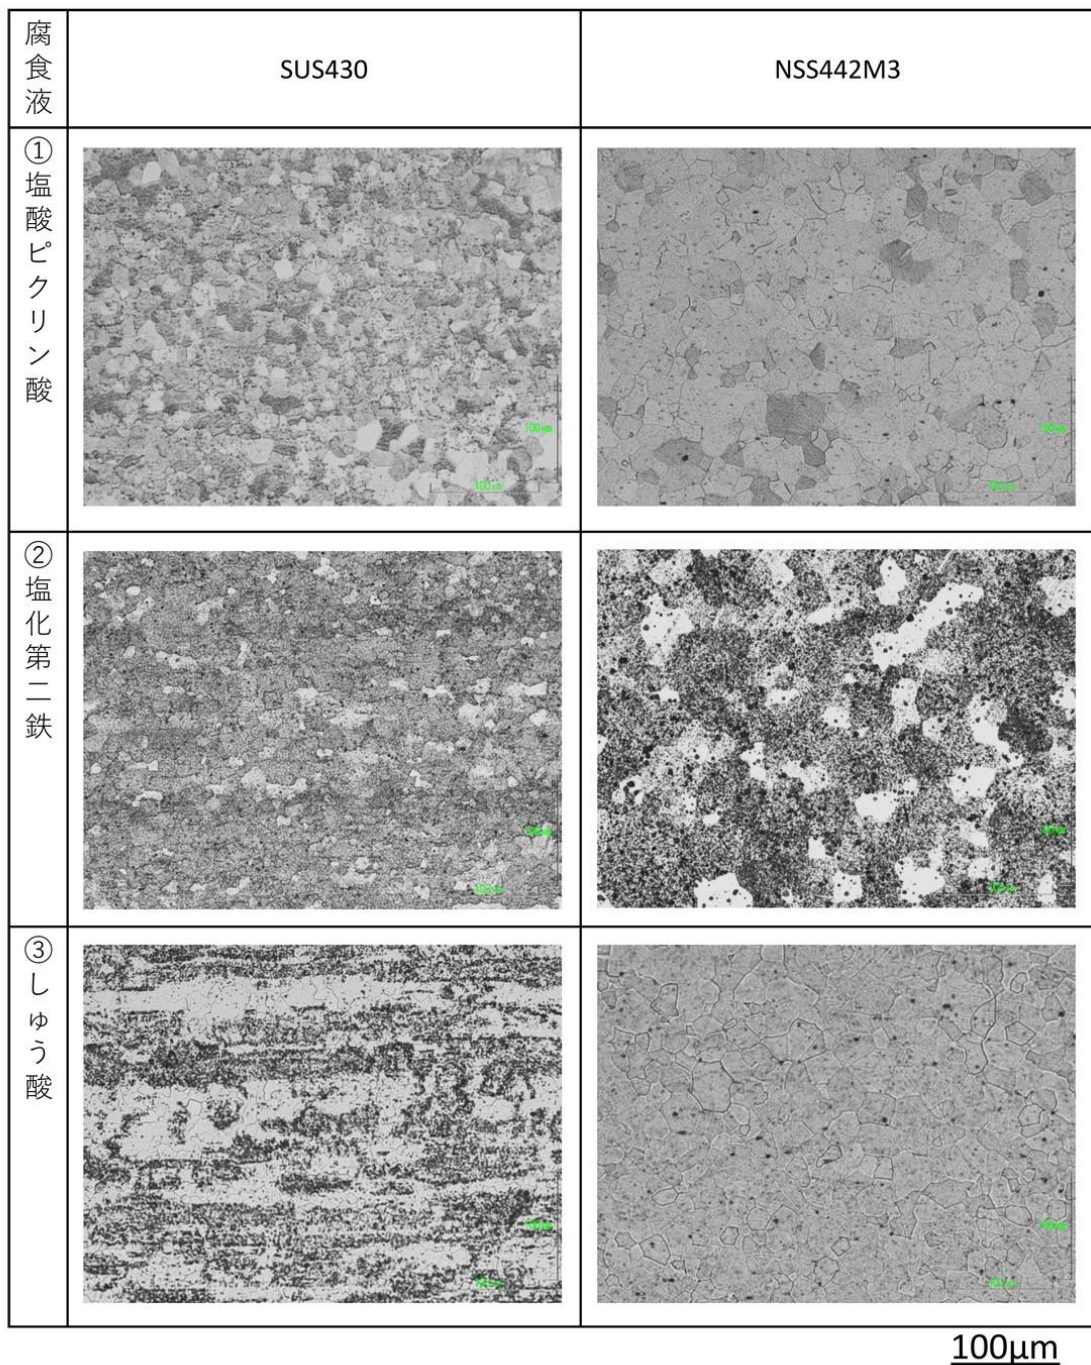
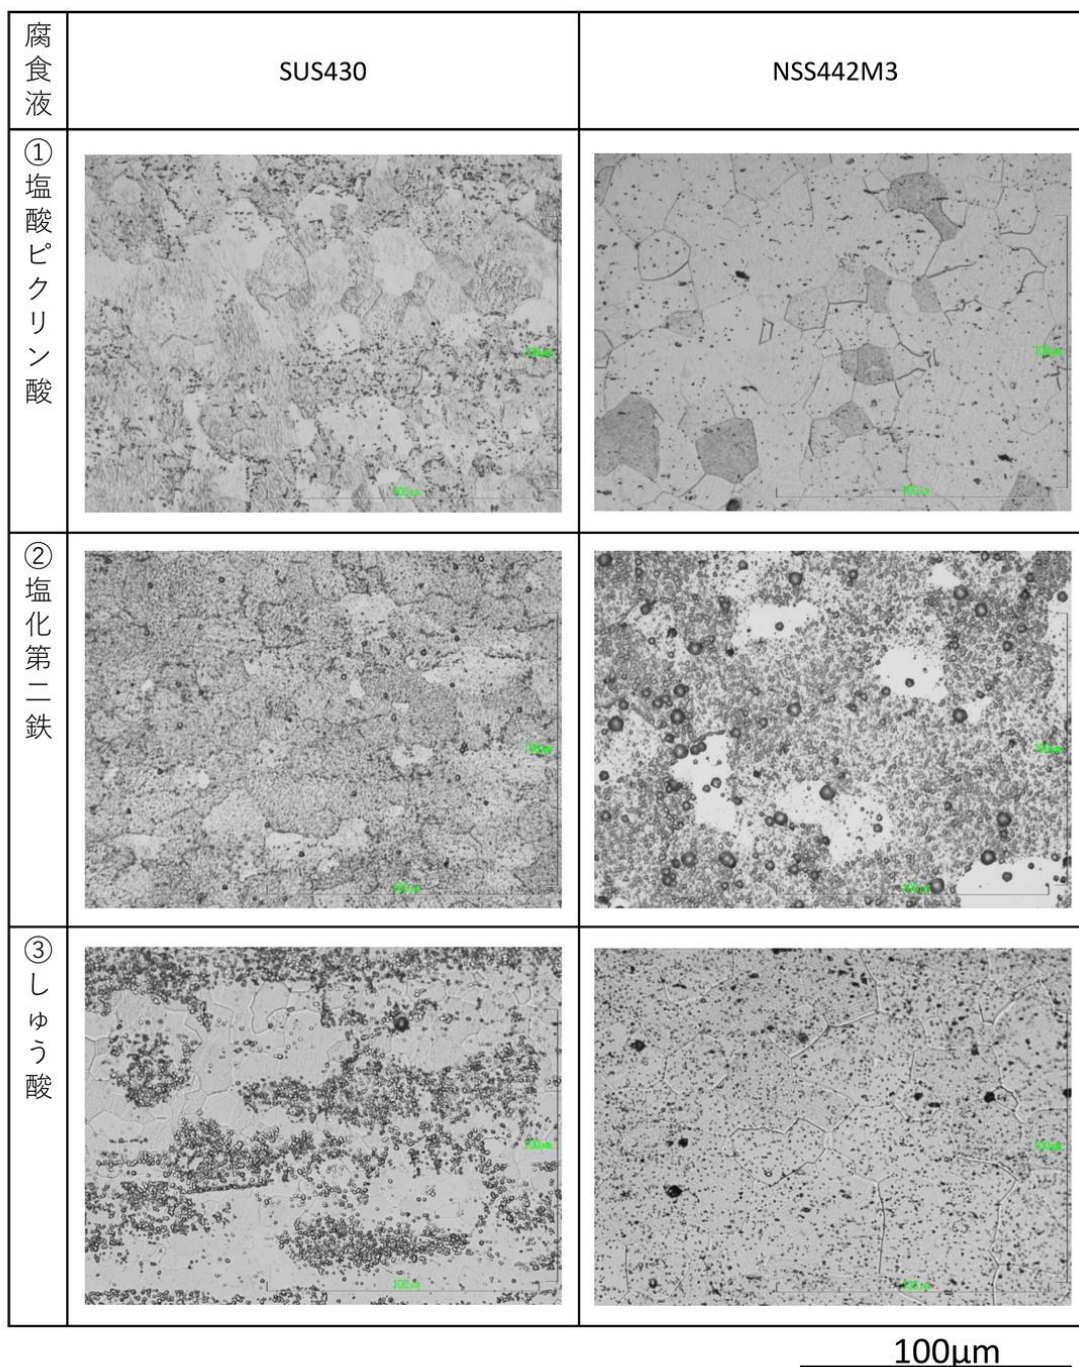

図 1 各種腐食液による SUS430 と NSS442M3 の金属組織（低倍率）
図2 各種腐食液による SUS430 と NSS442M3 の金属組織（高倍率）
腐食液①～③に対する SUS430 と NSS442M3 の金属組織を図 1 と図 2 に示します。図 1 は低倍率の結果で、図 2 は高倍率の結果です。SUS430 は腐食液①で結晶粒が最も明瞭になっています。一方、NSS442M3 は腐食液①と③で結晶粒が明瞭になっています。腐食液③のしゅう酸水溶液による電解腐食は、オーステナイト系ステンレス鋼 SUS304 などによく用いられる腐食条件であるため、SUS304 より耐食性が劣っている SUS430 には「強すぎ」ますが、SUS304 と同等の耐食性をもつりとされる NSS442M3 には「ちょうどよい」と考えられます。なお、図 2 において、腐食液①と③による SUS430 の金属組織で多く見られる点状のものはクロム炭化物と考えられます。